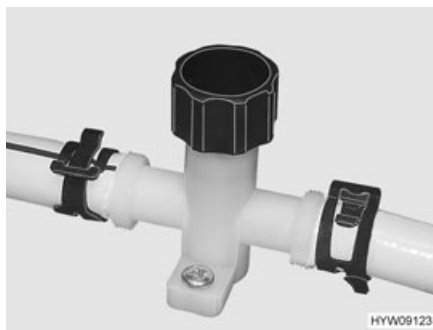

Fig. 112 Rubinetto di scarico (scaldacqua e tubatura dell'acqua)
- Aprire i rubinetti di scarico dello scaldacqua. A questo scopo ruotare il coperchio (Fig. 112) in senso antiorario.